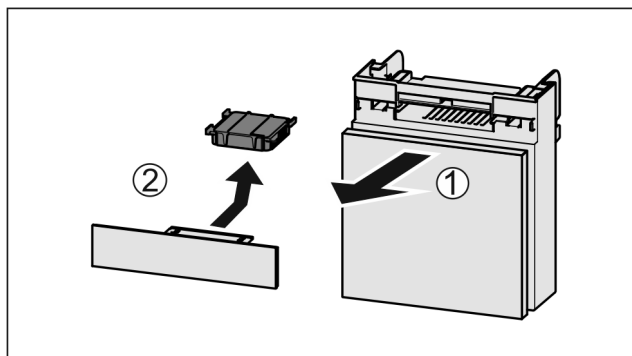

Fig. 112
- Extraire le compartiment par l'avant Fig. 112 (1).
- Sortir le filtre à charbon actif Fig. 112 (2).